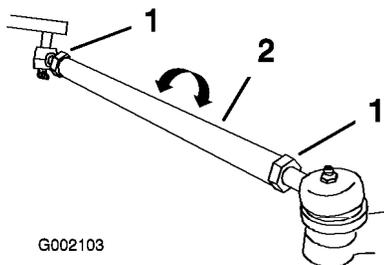

Figure 45
3. Si la valeur obtenue n'est pas comprise dans la plage spécifiée (reportez-vous aux dimensions et aux paramètres mentionnés au début de cette procédure), desserrez les écrous de blocage à chaque extrémité des biellettes (Figure 45).